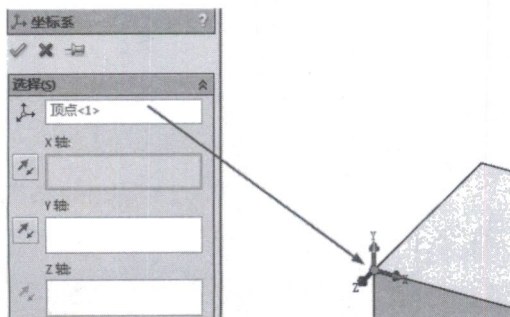

图 1-67 定义原点
(1) 启动 SolidWorks 2015 中文版，选择【文件】|  【打开】菜单命令，弹出【打开】对话框。在本书配套光盘中选择“第 1 章\范例文件\1.SLDPRJT”文件，单击【打开】按钮，在图形区域中将显示模型。
(2) 生成坐标系。选择【插入】|【参考几何体】|【坐标系】菜单命令，弹出【坐标系】属性管理器。
(3) 在图形区域中单击模型的一个顶点，则点的名称显示在  【原点】选择框中，如图 1-67 所示。